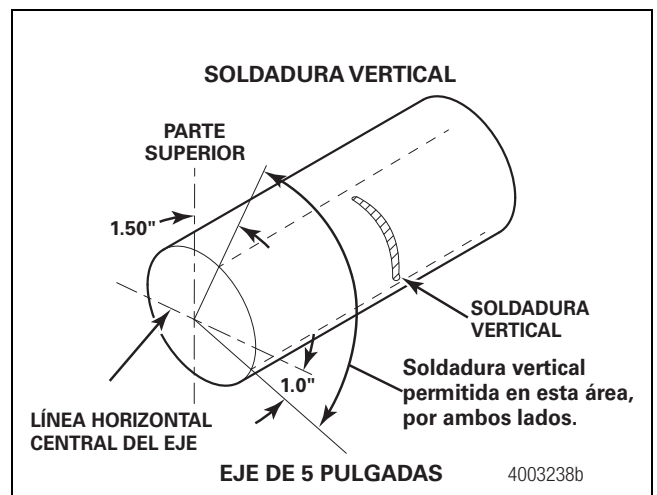

Figura 7.8
- En ejes de 5 pulgadas (127 mm) de diámetro no se permite soldar verticalmente a más de una distancia de una pulgada (25.4 mm) por debajo de la línea horizontal central del eje. Figura 7.8.